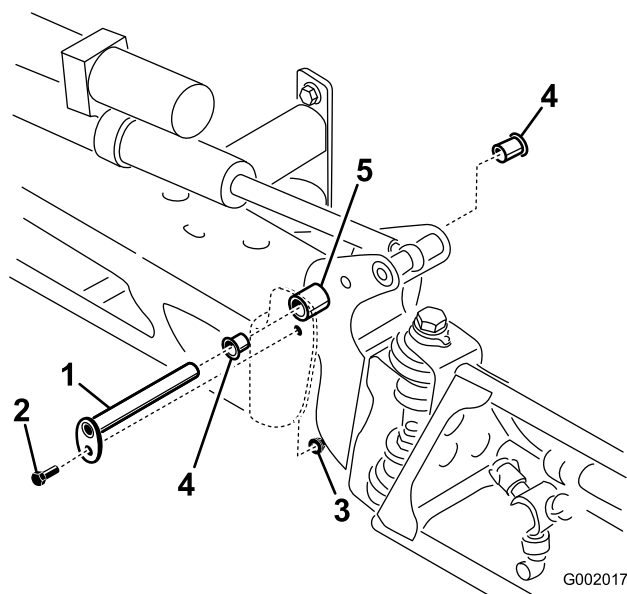

Figure 62
3. Lorsque le poids de la rampe est supporté, retirez le boulon et l'écrou de fixation de l'axe de pivot à l'ensemble rampe (Figure 62). Retirez l'axe de pivot.
5. Déposez et examinez les bagues en nylon à l'avant et à l'arrière du support de pivot (Figure 62). Remplacez les bagues défectueuses.
7. Montez l'ensemble rampe et support de pivot dans le bâti central en alignant les ouvertures (Figure 62).